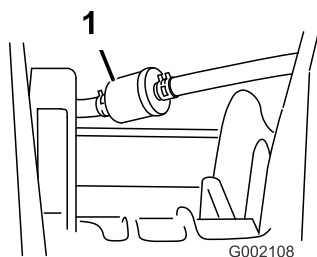

Figura 36
5. Retire os grampos que fixam o filtro de combustível às tubagens (Figura 36).